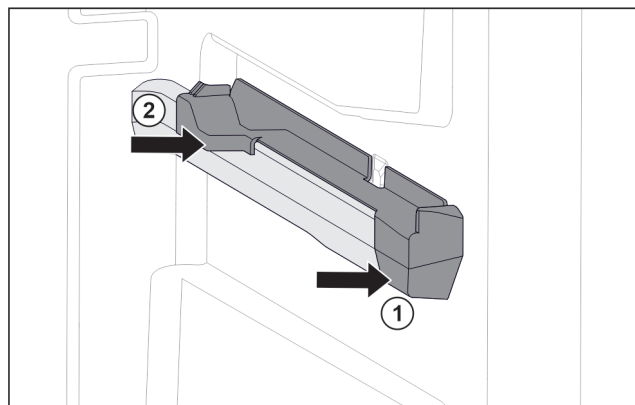

Fig. 97 Felhúzható elem a jobb oldali tartóbordán
- ▶ A felhúzható elemet elől tegye fel a tartóbordára. Fig. 97 (1)
- ▶ Hátul nyomja meg a felhúzható elemet. Fig. 97 (2)